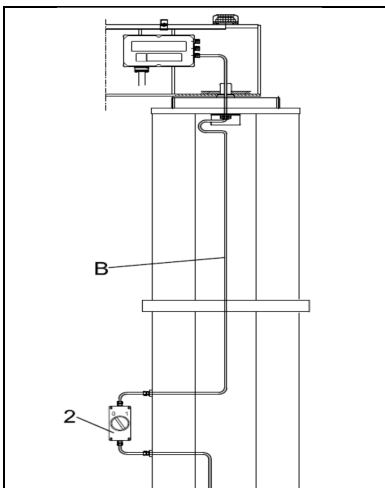

fig.42
1. Collegare direttamente il cavo **B** di linea alla morsettiera del quadro elettrico di comando rotazione facendolo passare dal foro del perno di rotazione solidale con il braccio. (fig.42)